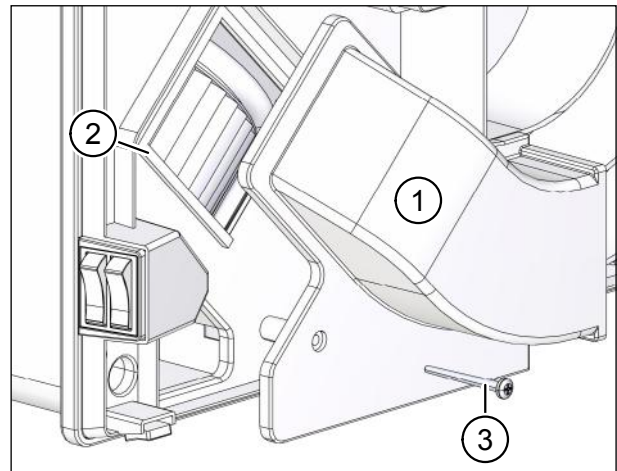

Abb. 30: Zulufthaube befestigen
- ▶ Schieben Sie die Zulufthaube (Pos. 1 in Abb. 30) in die Kulissenführung (Pos. 2 in Abb. 30). Der Rasthaken muss hörbar einrasten.
- ▶ Befestigen Sie die Zulufthaube mit der Schraube (Pos. 3 in Abb. 30).